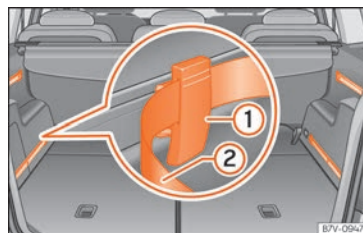

Fig. 146 En el maletero: sistema con raíles, elementos de fijación ajustables ① y cinturón tensor ajustable ②.
- Coloque un elemento de fijación con las roderas hacia arriba » **fig. 146** ① en la parte superior de la guía y presione hacia abajo. »